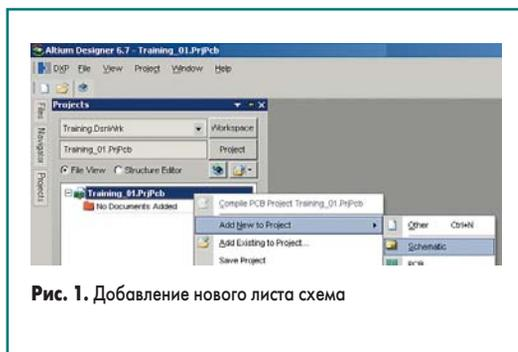

Рис. 1. Добавление нового листа схема
5. Из панели **Project** нажатием правой кнопки «мышки» при выделении нашего проекта вызываем контекстное меню (рис. 1), командой **Add New to project/Schematic** создаем новый лист схемы проекта и командой **File/Save As** сохраняем под именем **Tr01Sh01**, означающем первый лист нашего проекта. Систему именования листов вы можете использовать свою.